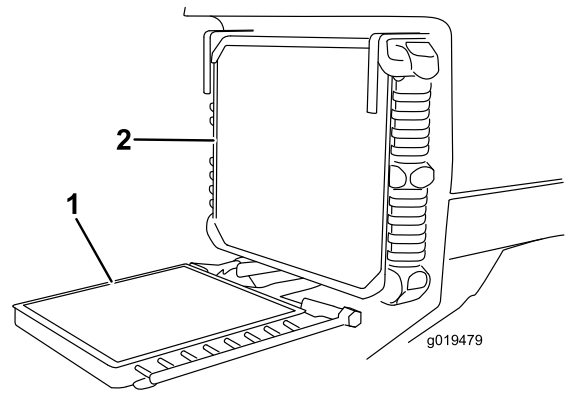

図 74
3. オイルクーラのノブをゆるめてクーラを後ろに傾ける 図 74。オイルクーラとラジエターの裏表を圧縮空気ですばりに清掃する。水を使用しないことフードを明け 機体後部に向けてゴミを吹き飛ばす清掃が終了したらオイルクーラを元に戻しノブを締める